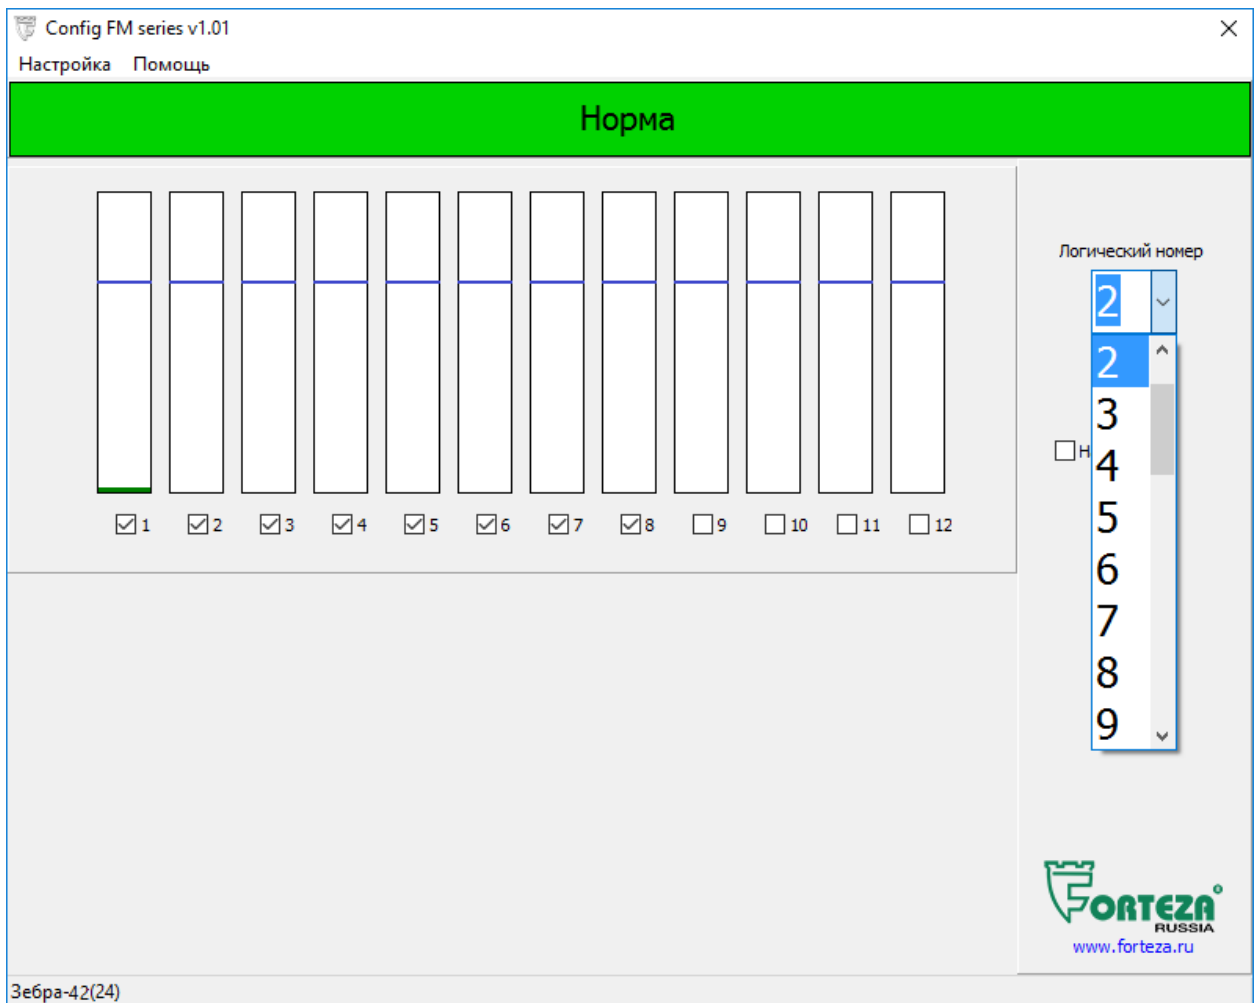

Рисунок 2.21
2.3.7.2.3 Поле «Логический номер» служит для отображения и переключения логического номера извещателя. Для смены логического номера необходимо выбрать из списка новый логический номер (рисунок 2.21).